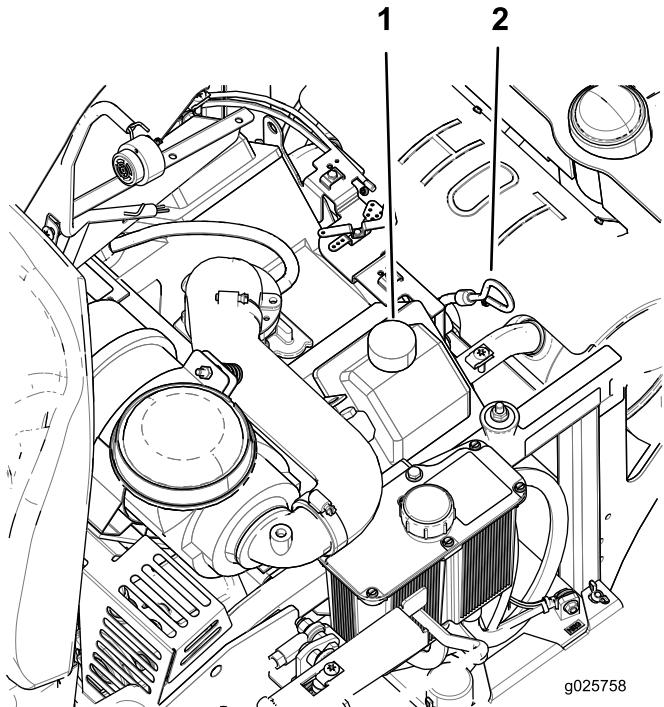

Figura 32
5. Limpie la zona alrededor de la varilla (Figura 32).
- Si el nivel de aceite es bajo, limpie la zona alrededor del tapón de llenado, retire el tapón y añada aceite hasta que llegue a la marca **Lleno (Full)** de la varilla (Figura 32).
4. Vierta lentamente un 80% aproximadamente del aceite especificado por el tubo de llenado, luego añada lentamente el resto del aceite hasta que llegue a la marca **Lleno (Full)** de la varilla (Figura 32).
5. Arranque el motor y conduzca hasta una zona llana. Compruebe el nivel de aceite otra vez (Figura 32).